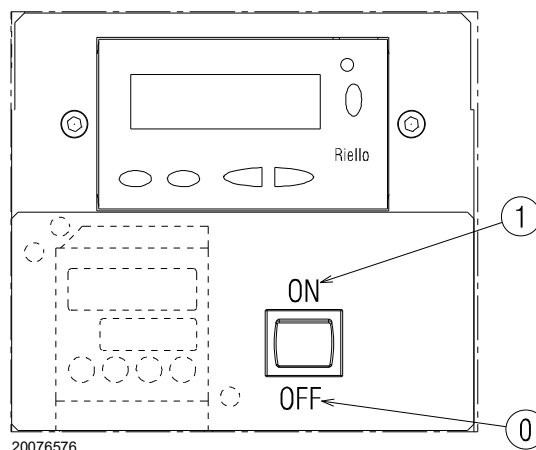

Fig. 25
Fermer les thermostats/pressostats et mettre l'interrupteur de la Fig. 25 en position "1/ON".
- mettre l'interrupteur de la Fig. 25 en position "0/OFF" et attendre que l'appareil effectue la phase d'extinction;
Le brûleur est en état d'attente de demande de chaleur ou le sélecteur «0-1» (Fig. 25 à la page 27) est sur la position «0».